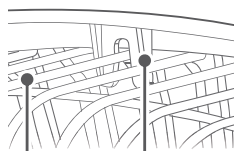

Fig.6
- Appuyer avec les deux mains sur les grilles jusqu'à entendre un clic (Fig. 6). Si le logo est droit, le montage a été bien réalisé.